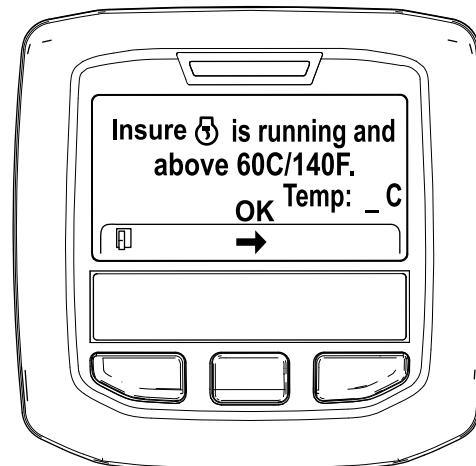

Figura 46
5. Si la temperatura del refrigerante se encuentra por debajo de 60 °C (140 °F) aparece el mensaje "Insure  is running and above 60C/140F" (Asegúrese de que está funcionando y por encima de 60 °C/140 °F). (Figura 46).